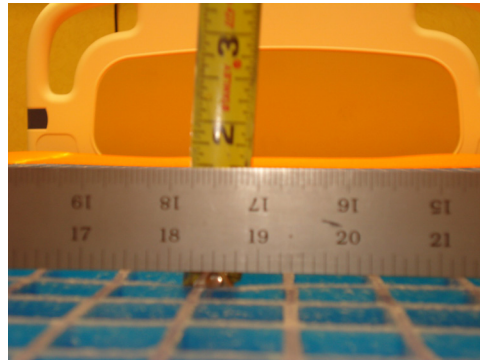

図6
6. 図6に示すように、巻き尺を使用して、ストレートエッジの下部からゲルの上部までの最大深さ（最下点）を測定してください。